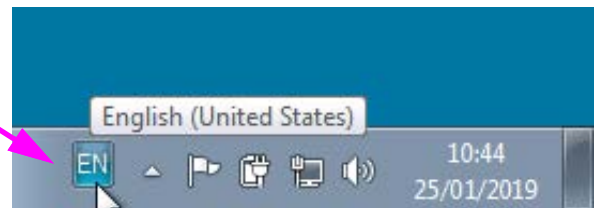

Abbildung C-19. Dropdown-Menü mit Sprachen – Willkommensseite (Windows 7)
2. Klicken Sie auf dieses Symbol und ein Menü, ähnlich wie in Abbildung C-19 links dargestellt, erscheint.